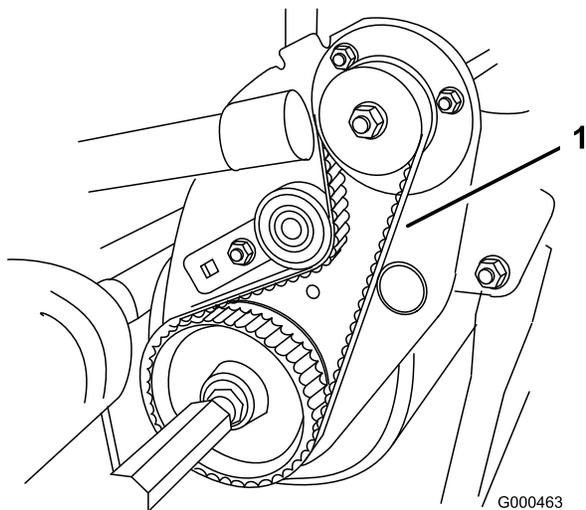

図 45
2. プーリ間の中央でベルト（図 45）を指で押して点検する。押す力は 1.8 ± 0.5 kg程度。4.8~7.9 mm 程度のたわみが出るのが適正である。たわみの量が適正でない場合は以下の手順へ進む。